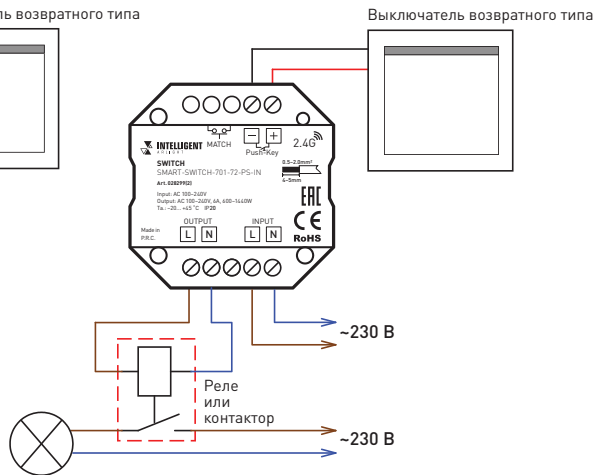

Рис. 2.
- 3.3. В случае когда суммарный ток превышает 6 А, рекомендуется производить подключение нагрузки через реле или контактор (рис. 2).